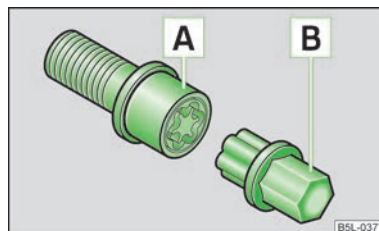

Bild 114
- Sätt in adaptern B » bild 114 med sin tandade sida ända in i den invändiga tandningen i den stöldsdyddade hjulskruven A så att endast den utvändiga sexkanten sticker ut.